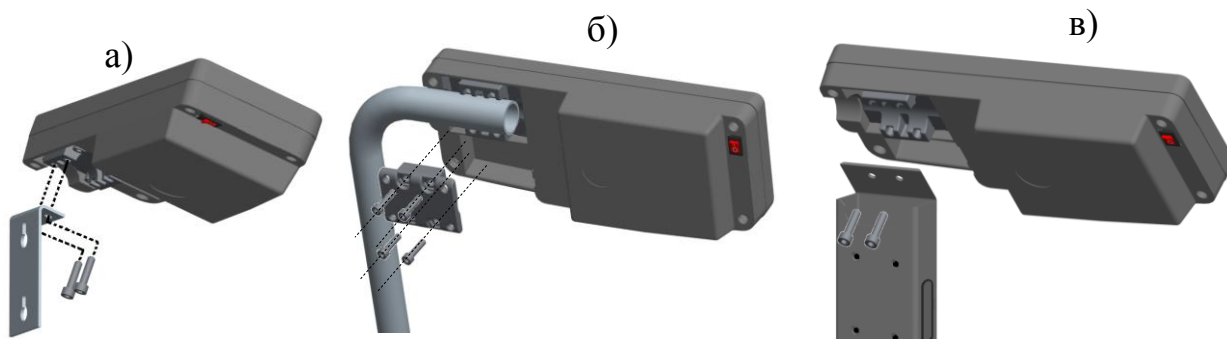

Рис. 6.4 - Варианты крепления терминала:
- Соединить кабель модуля с терминалом. Привинтить к терминалу кронштейн, Рис. 6.4 а. Установить терминал в удобном для работы месте.
- Установить терминал на стойку, Рис. 6.4 б).
- Установить терминал на стойку, Рис. 6.4 в).
- Установить терминал на стойку Рис. 6.4 в).